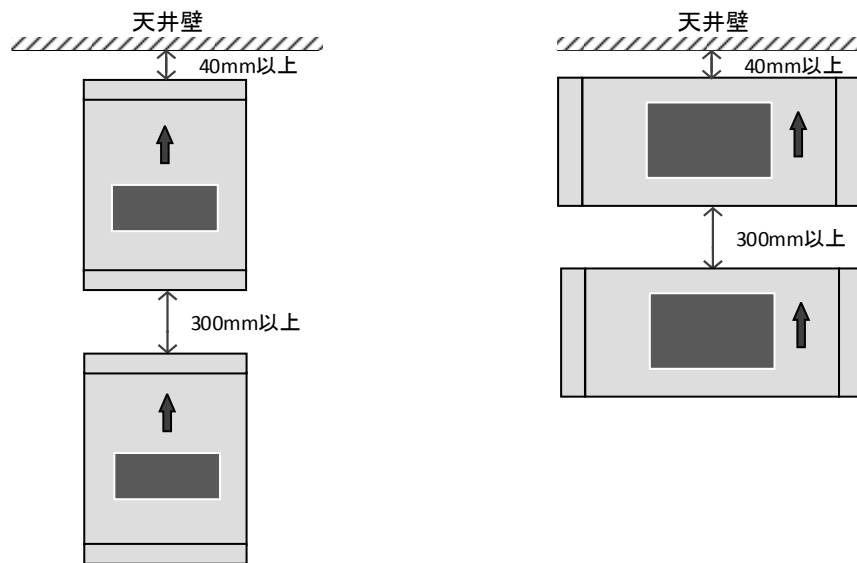

図 30. 電源部取付時の注意事項
- (1) 電源部は本体に表示されている矢印を上向きにして取り付けて下さい（図 30）。
- (2) 天井壁からは放熱のため 40mm 以上離して取り付けて下さい（図 30）。電源部の周囲に熱がこもることにより、電源部の周囲温度が 40°C を越え期待寿命（20 年以上）が短くなる可能性があります。
- (3) 電源部を矢印方向に重ねて配置しないで下さい。やむをえず重ねて配置する場合は、300mm 以上離して配置して下さい（図 30）。電源部の周囲に熱がこもることにより、電源部の周囲温度が 40°C を越え期待寿命（20 年以上）が短くなる可能性があります。
- (4) 保護連動装置は振動が少なく、操作性の良いところに取り付けて下さい。